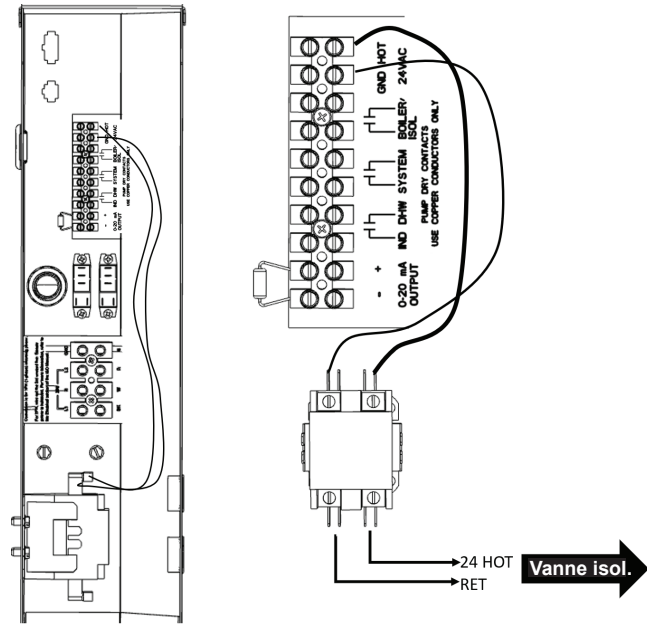

Figure 51. Détails électriques, vanne d'isolation
La chaudière est équipée d'une sortie analogique qui produit un signal proportionnel au taux de chauffe de la chaudière. Il est configuré pour le contrôle 0-10 VDC avec la résistance de 500 ohms incluse (voir **Figure 51**), destinée à être utilisée pour une pompe externe à vitesse variable dans le cadre d'un système de tuyauterie primaire-secondaire. Ces bornes sont aisément accessibles dans le boîtier de câblage, à l'arrière de la chaudière, voir **Figure 51**.
1. Acheminez l'alimentation du bornier 24 VCA au contacteur, comme illustré à la **Figure 51**.
2. Complétez le câblage entre la vanne d'isolation et l'autre côté du contacteur, comme illustré à la **Figure 51**.